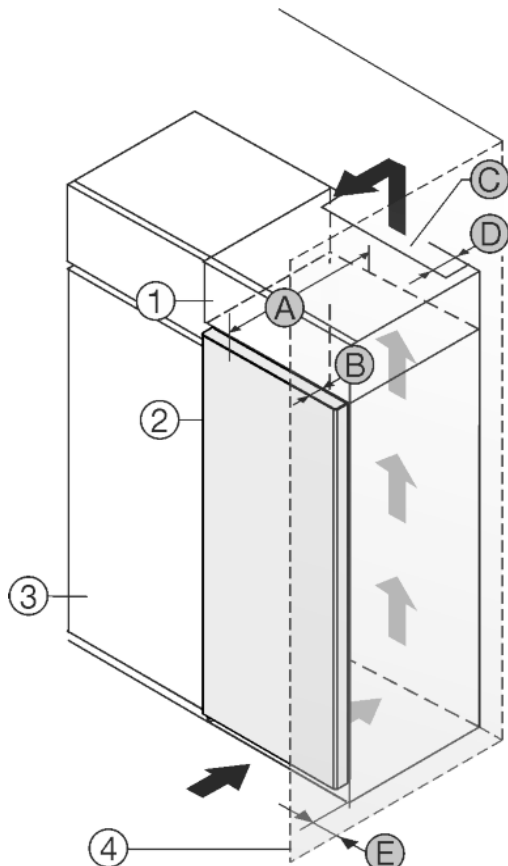

Fig. 1
Urządzenie można ustawić bezpośrednio obok szafki kuchennej Fig. 1 (3).*
Na tylnej ścianie szafki nasadzonej wymagany jest wywiewny kanał wentylacyjny o głębokości Fig. 1 (D) na całej szerokości szafki.
Pod sufitem pomieszczenia należy zachować przekrój wentylacyjny Fig. 1 (C).
Jeżeli urządzenie będzie ustawiane z zawiasami do ściany Fig. 1 (4), to pomiędzy urządzeniem i ścianą należy zachować minimalny odstęp, wynoszący 40mm. Na taką odległość wystaje klamka przy otwartych drzwiach.